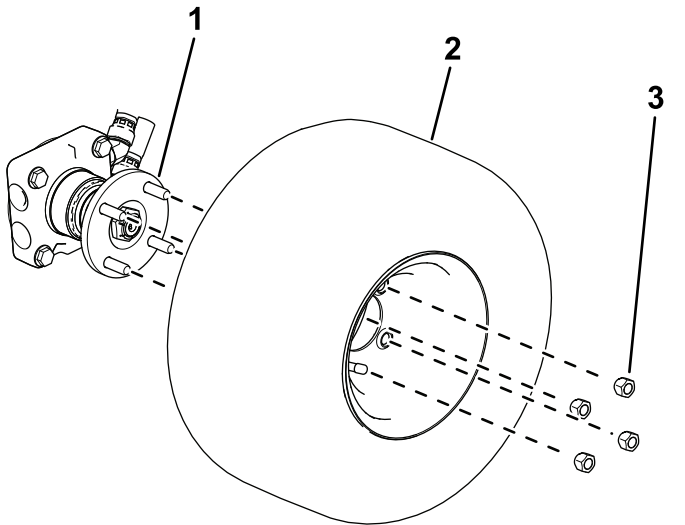

图 4
- **4 轮驱动器** 用 4 个车轮螺母将车轮固定到轮毂上 图 4。